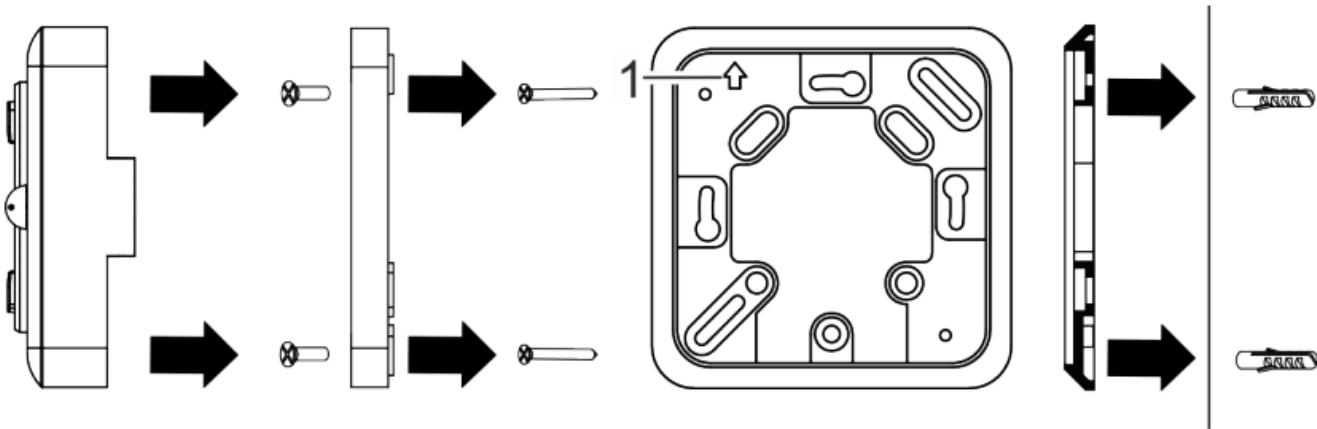

Fig. 6: Montar el fondo de la carcasa sobre la placa de montaje
1. Monte la placa de montaje sobre la roseta empotrada con los tornillos (3,5 x 25 mm) (Fig. 6).
La flecha (Fig. 6/1) situada sobre la placa de montaje tiene que apuntar hacia arriba.
7. Monte el fondo de la carcasa del aparato sobre la placa de montaje con los tornillos (3 x 6 mm) (Fig. 6).